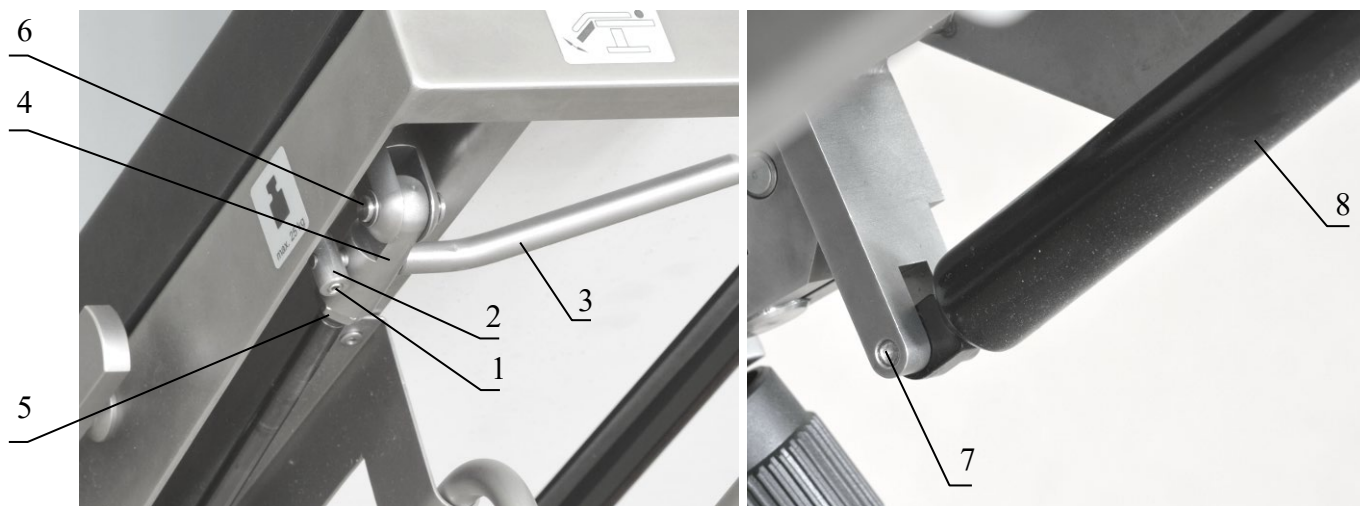

Рисунок 12. Замена газовых пружин панели стола.
- смажьте все подвижные соединения панели стола тонким слоем технического вазелина либо светлым машинным маслом (Рисунок 12);
12.3.1 Отверните винты 1 (Рисунок 12) и гайки 2 – 2 шт.